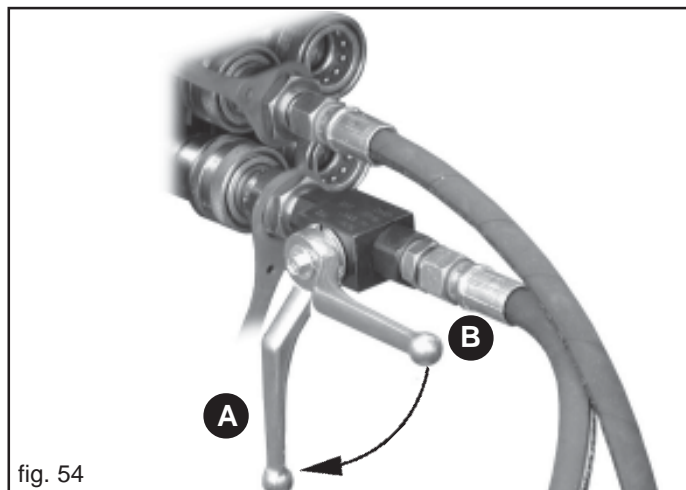
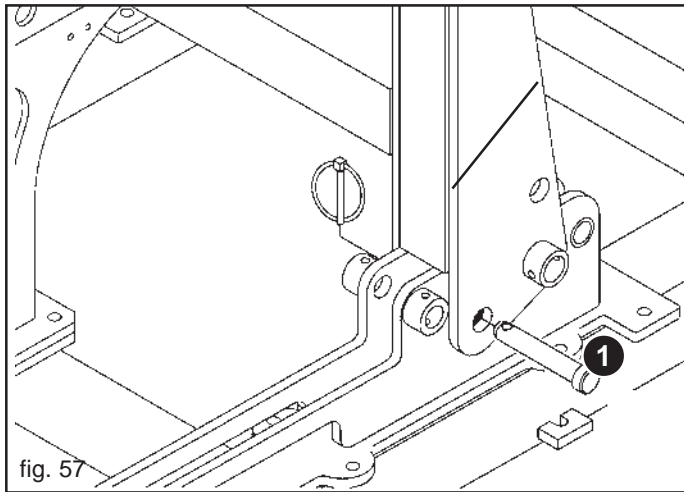
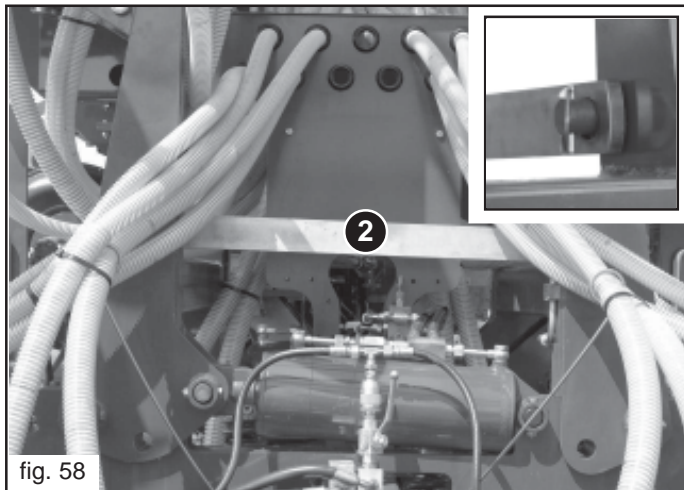

fig. 54
fig. 57
fig. 58
El tubo oleodinámico de empuje que mueve el carro está dotado de una llave (Fig.54) que sirve para eliminar el movimiento accidental.
Después de haber predispuerto el equipo para el transporte por carretera, cerrar el circuito de la instalación oleodinámica del carro girando la manivela de la llave colocándola en la posición A, Fig. 54).
**ATTENZIONE!:** Quite los pernos de seguridad y levante completamente la sembradora del terreno antes de desplazar los bastidores laterales (1-Fig. 57, 2-Fig. 58). Abrir el circuito de la instalación oleodinámica del carro (B, Fig. 54).
Todas las piezas móviles deben quedar incluidas en las dimensiones máximas de la máquina y estar bloqueadas con los dispositivos de seguridad correspondientes: bastidores laterales (1-Fig. 57, 2-Fig. 58), brazo marcador de surcos, trazador de caballones trasero, etc..
Después de haber predispuesto el equipo para el transporte por carretera, cerrar el circuito de la instalación oleodinámica del carro girando la manivela de la llave colocándola en la posición A, Fig. 54).